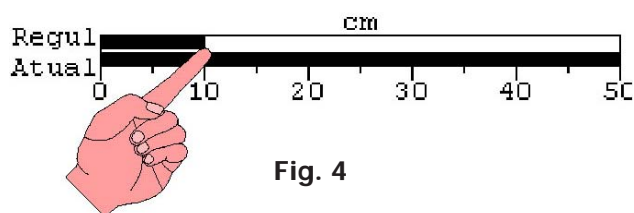

Fig. 4
- ✓ Puede modificar, arrastrando el dedo directamente sobre la barra de regulación - Fig. 4.